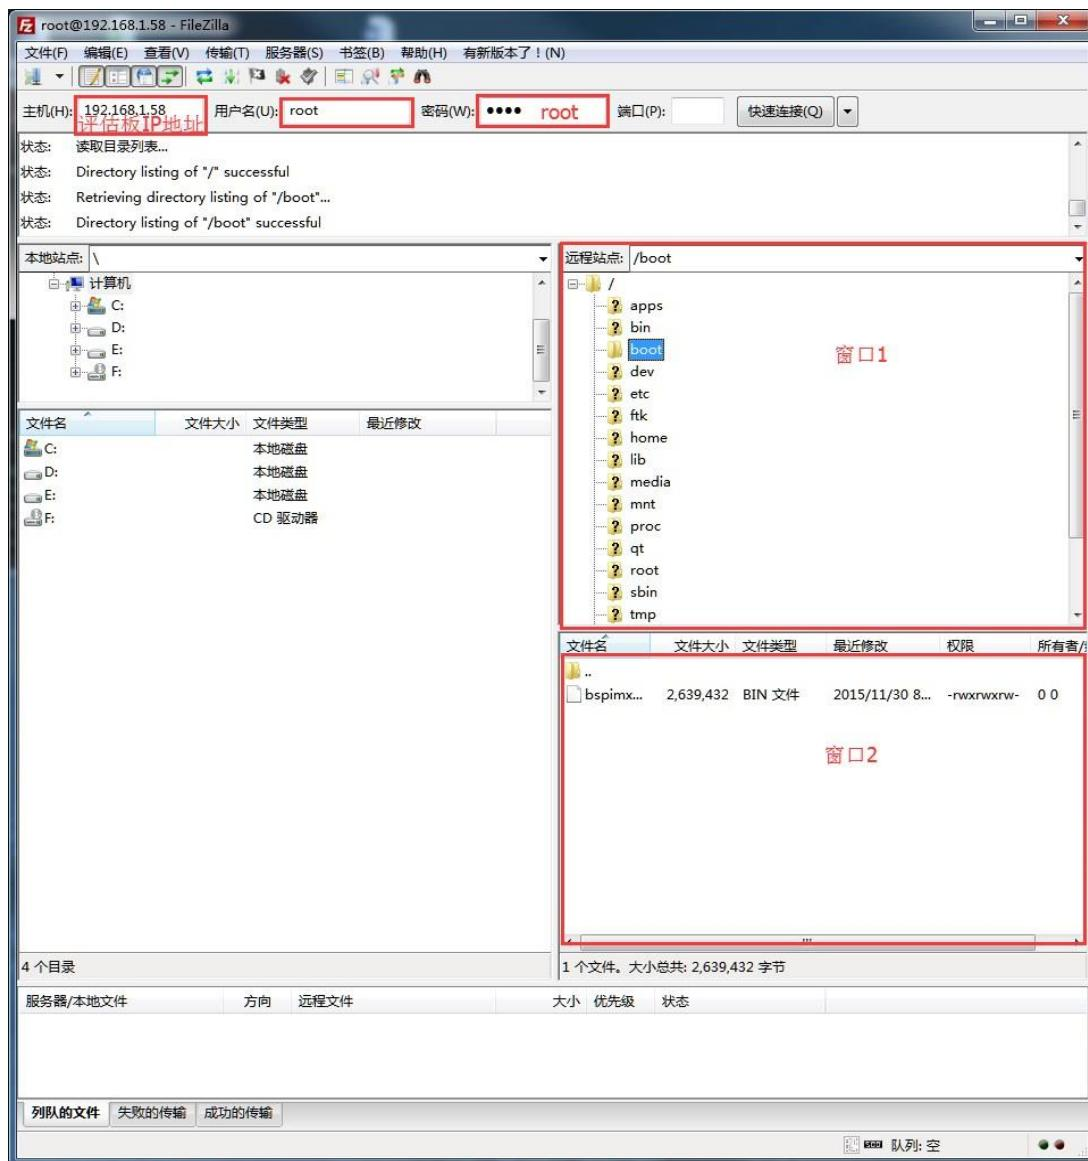

图 2.8 FileZilla 界面
安装光盘 Tools 目录下的 FileZilla 应用程序并运行，主机 (H)：填写自己修改后的 ip 地址，用户名和密码都为“root”，点击“快速连接”，如图 2.8 所示。链接成功后在“窗口 1”处会显示验证平台上的文件夹，找到 boot 文件夹后，把新的 bspimx6.bin 文件拖到“窗口 2”处。覆盖旧的文件，完成新的 bspimx6.bin 镜像的传输。在串口终端输入“sync”指令。重启验证平台后运行的为新升级的内核。